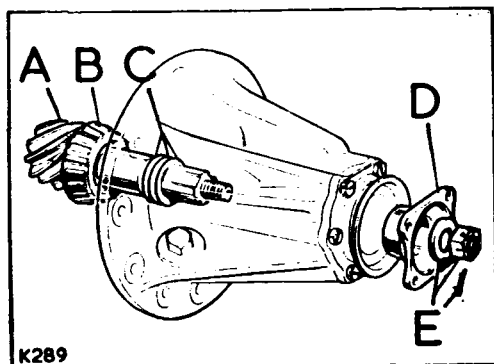

Fig. E1-40.- Piñón de ataque y brida de mando.
- 1.04.- Soltar la brida de mando, D, (Fig. E1-40) y sacar el piñón de ataque, A, fuera del cárter.